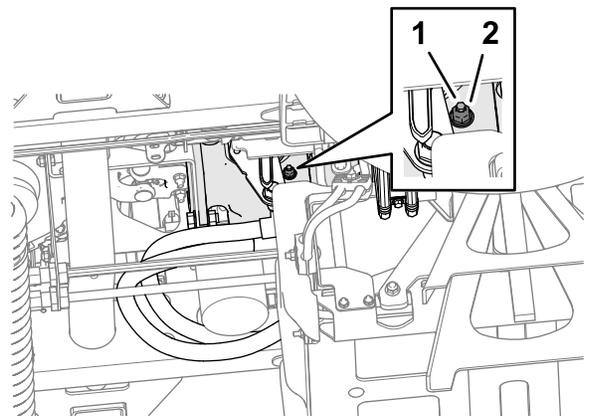

图 105
3. 从机器底部和牵引泵右侧松开固定空档返回调节螺丝的锁紧螺母 图 105。